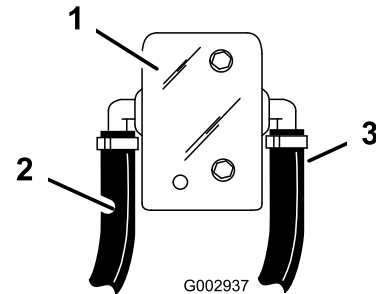

Bild 43
15. Schließen Sie das Ende eines kurzen 1 cm langen Schlauch an die offene Armatur an der S53-T-Armatur an, die Sie im Umwälzungsschlauch eingesetzt haben, und verlegen Sie ihn zur hinteren 1/2 Zoll Zahnung am kleinen Kugelventil (Bild 43).
18. Schließen Sie das Ende eines kurzen 1 cm langen Schlauch an die offene Armatur an der S53-T-Armatur an, die Sie im Überlaufschlauch eingesetzt haben, und verlegen Sie ihn zur vorderen 1/2 Zoll Zahnung am kleinen Kugelventil (Bild 43).